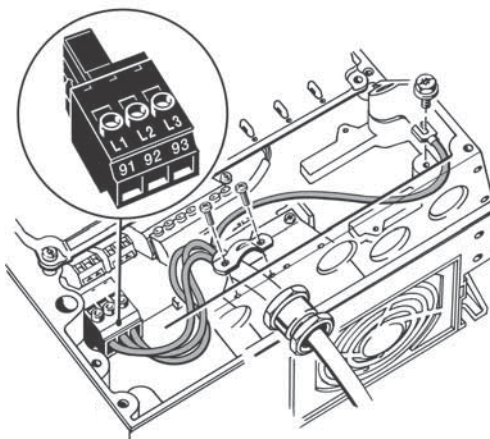

Рис. 12 Подключение питания, корпуса A4 и A5
1. Подключите заземляющий провод к клемме 95 (PE). См. рис. 12.